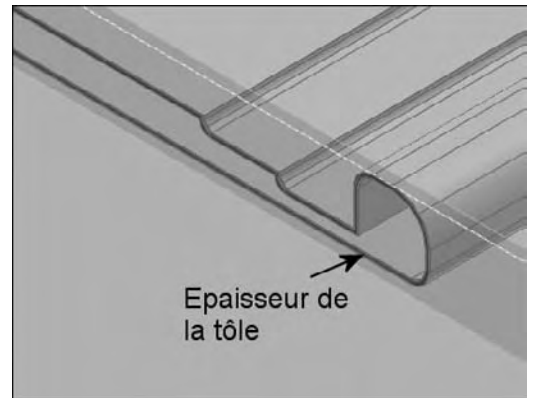

Fig.18.7
- 20 Effectuez éventuellement une coupe dynamique dans l'évier afin de contrôler l'opération précédente (fig.18.7).